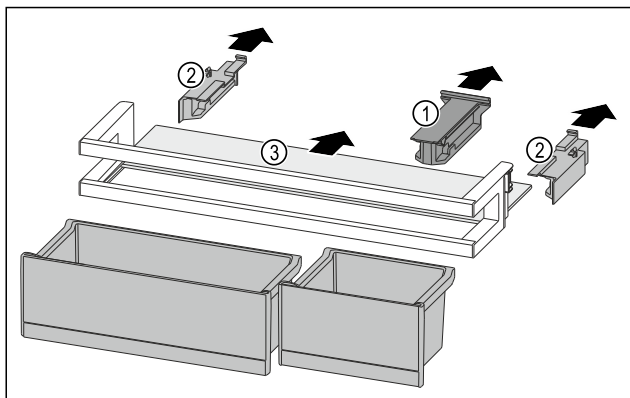

Fig. 129
- Halteteil Fig. 129 (1) abziehen.
- Seitenteile Fig. 129 (2) abziehen.
- Abstellfläche Fig. 129 (3) entnehmen.